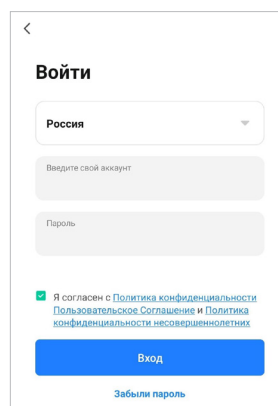

Рис. 2-3
2.3. Если у вас уже есть учетная запись, то войдите с помощью вашего аккаунта (электронная почта) и пароля (рис. 2-3).